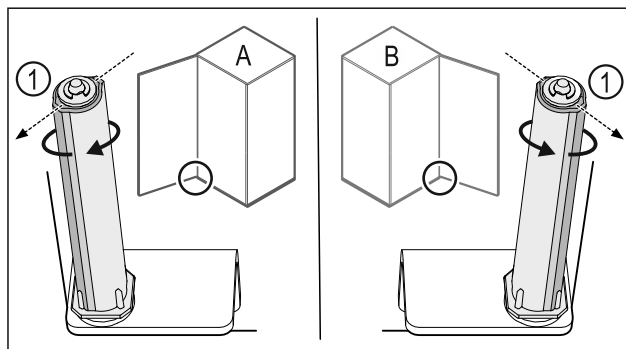

Fig. 45 Balos nyitási irány (A) / jobbos nyitási irány (B)
- ▶ Forgassa el a zárrendszert az ellenállással szemben, amíg a zárrendszer Fig. 45 (1) támasztója kifelé nem mutat.